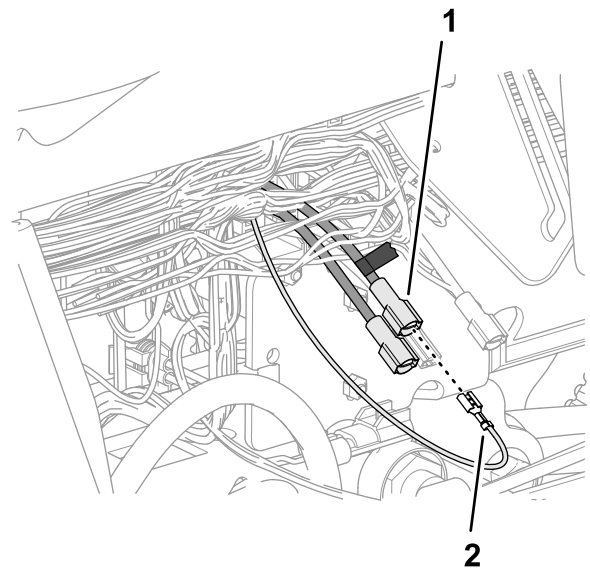

Figura 192
- Ligue o conector de lâmina que marcou no passo 4 no conector de tomada na extremidade do fio cor de rosa de 51 mm da cablagem do kit (Figura 192).